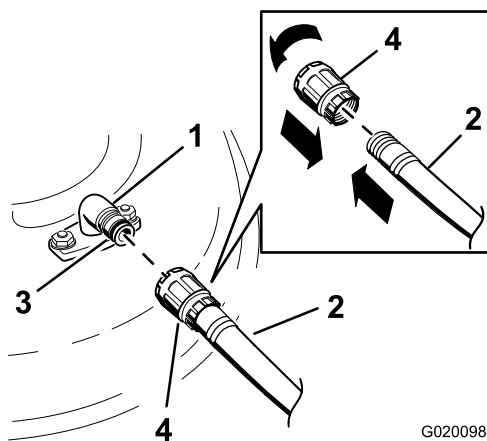

Figura 74
3. Conecte el acoplamiento de la manguera al extremo del conector de lavado del cortacésped, y abra el grifo al máximo (Figura 74).